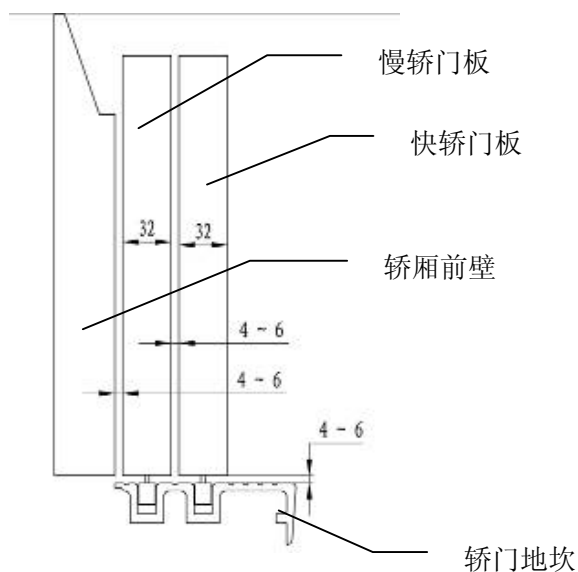
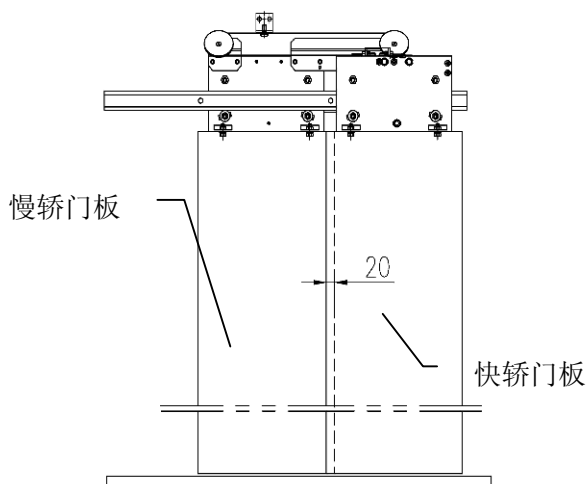
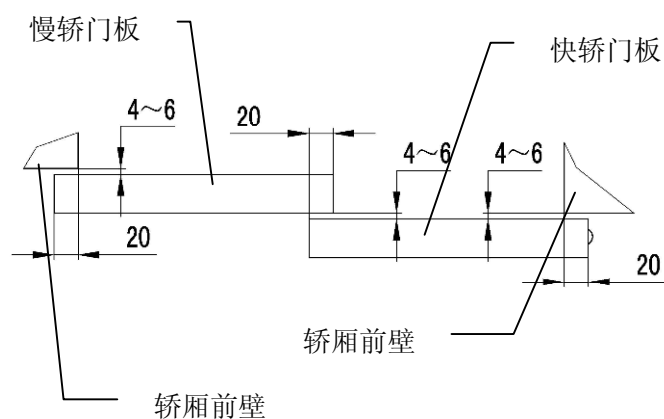

图 2-10 轿门装配侧视图
图 2-11 轿门装配主视图
图 2-12 轿门装配俯视图
2. 轿门门扇下端与地坎面的间隙为 4-6mm，慢轿门扇与小旁（轿厢前壁）间隙，以及快轿门板与慢轿门板之间的间隙为 4-6mm(两边间隙相差不大于 1mm);见图 2-10 轿门装配侧视图和图 2-12 轿门装配俯
3. 快轿门板与慢轿门板之间的叠差为 20mm，上下偏差不得超过 $\pm 2\text{mm}$ 。见图 2-11 轿门装配主视图和图 2-12 轿门装配俯视图。
4. 关门到位时快轿门板与轿厢壁前壁，以及慢轿门板与轿厢前壁之间的叠差为 20，上下偏差不得超过 $\pm 2\text{mm}$ 。见图 2-12 轿门装配俯视图